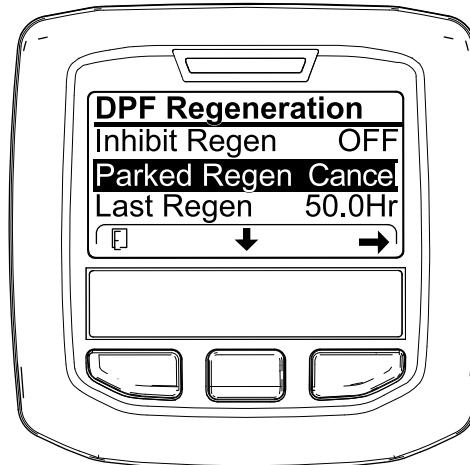
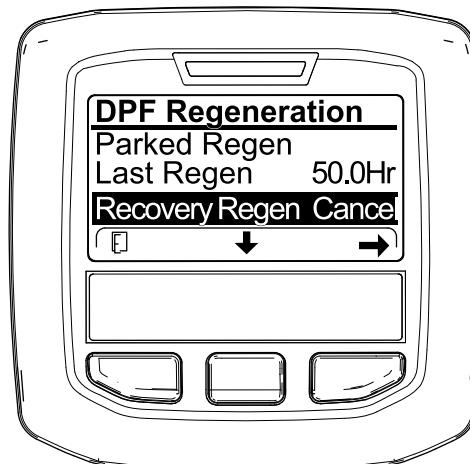

Рисунок 35
Рисунок 36
1. Перейдите к меню регенерации DPF (Рисунок 35).
2. Нажмите среднюю кнопку, чтобы перейти вниз к опции PARKED REGEN CANCEL (Отмена стационарной регенерации) (Рисунок 35) или к опции RECOVERY REGEN CANCEL (Отмена восстановительной регенерации) (Рисунок 36).